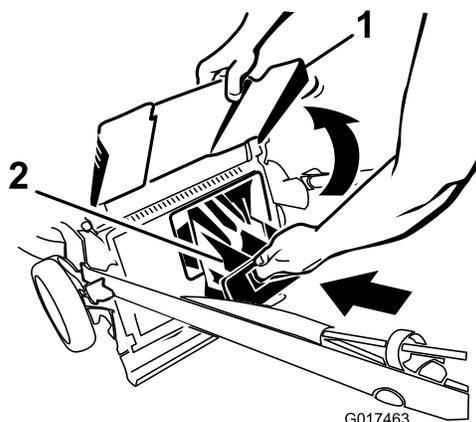

Figure 18
**Important:** Vérifiez que l'obturateur de l'éjecteur arrière est verrouillé en place. Pour verrouiller l'obturateur : relevez le déflecteur d'éjection (Figure 18), appuyez fermement sur l'obturateur jusqu'à ce qu'il s'enclenche en position derrière les pattes, et tournez le levier situé sur l'obturateur vers la gauche (Figure 19).